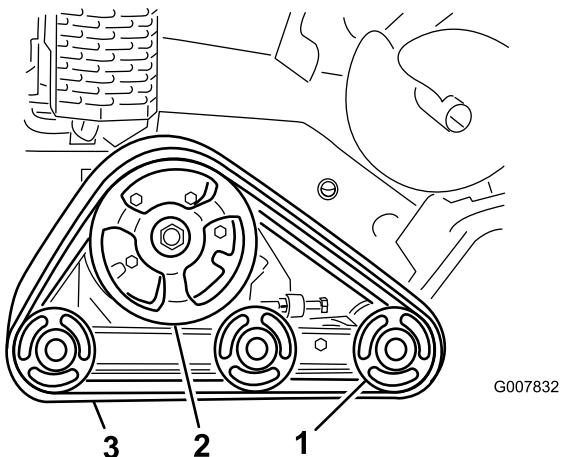

Figura 47
**Importante:** Asegúrese de limpiar completamente las ruedas de rodaje y la rueda motriz (Figura 47). Las ruedas de rodaje deben rodar libremente cuando están limpias.